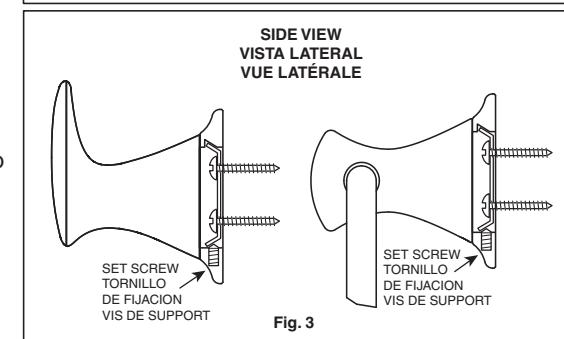

Fig. 3
- Si nécessaire, dévissez le vis de support située dans le bas du support pour que le tout s'emboîte bien sur le fixation au mur. Insérez l'assemblage du début sur le fixation au mur en prenant soin que le vis soit vers le bas, **Fig. 3**. Le support doit pouvoir s'accrocher sur le fixation. Poussez pour que le tout soit bien aligné contre le mur et resserrez le vis de support.